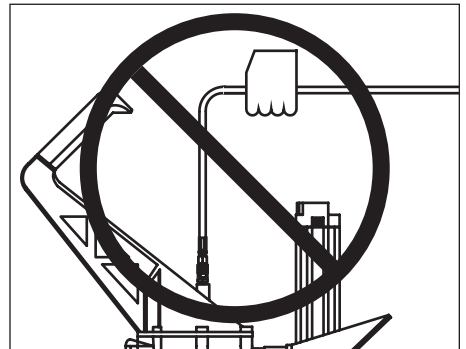

Figura 3 - No transporte la clavadora sosteniéndola por la manguera
*Nunca cargue la clavadora por la manguera de aire ni hale la manguera para mover la clavadora o el compresor de aire. Mantenga las mangueras alejadas del calor, aceite y objetos puntiagudos. Reemplace cualquier manguera que esté dañada, débil o desgastada. Ésto podría ocasionar heridas o daños a la herramienta. Ver Figura 3.*